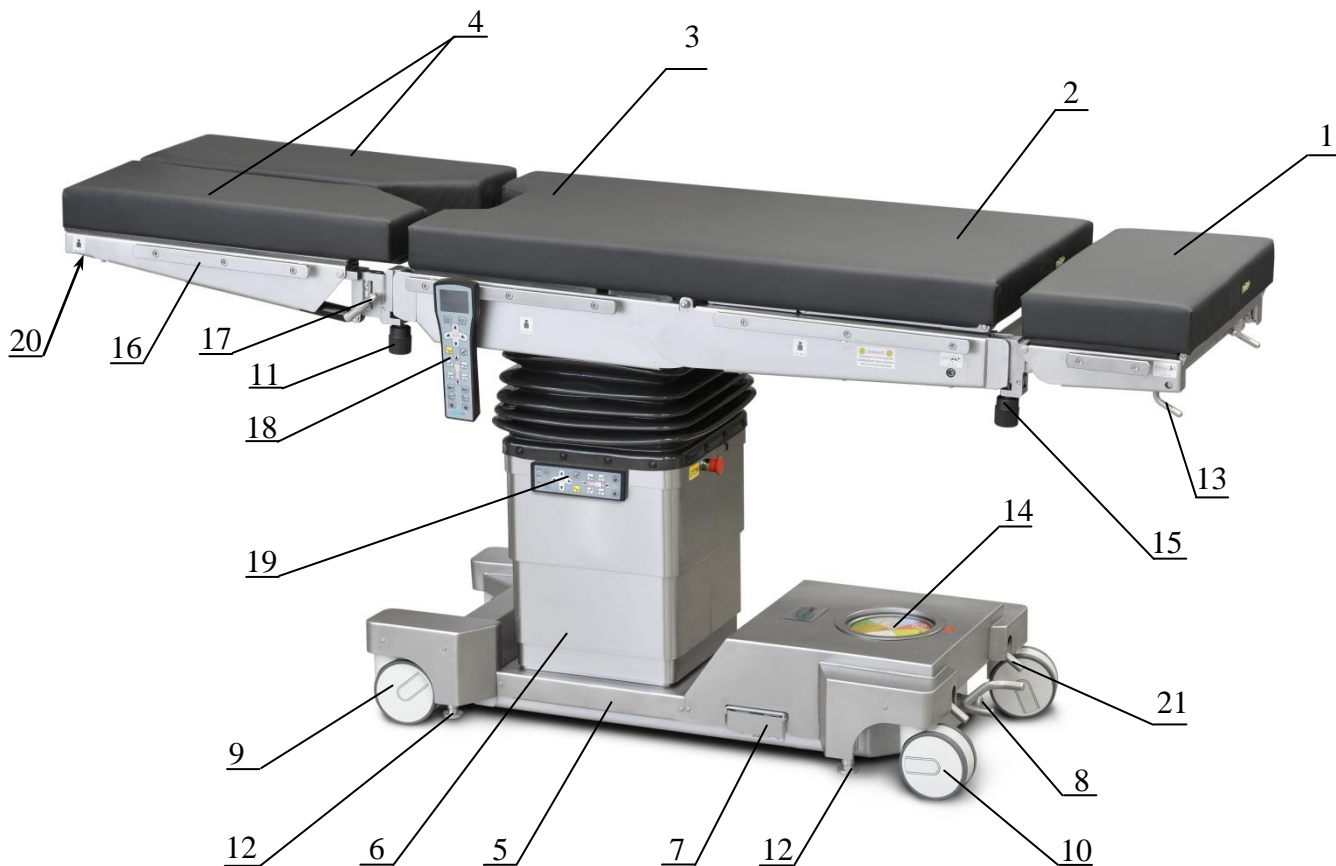
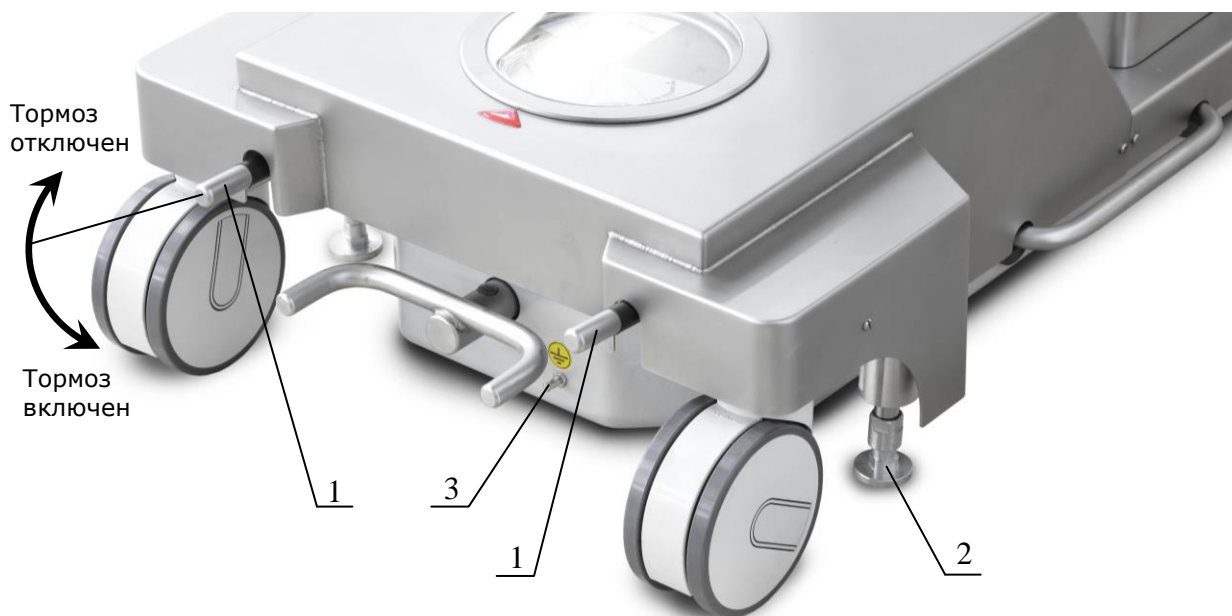

Рисунок 1. Стол общехирургический ОМ-Дельта-Плюс.
Рисунок 2- Схема перевода стола в транспортное положение:
6.1 Стол общехирургический ОМ-Дельта-Плюс (Рисунок 1) состоит из панели стола и основания.
Таблица 4. Описание элементов стола согласно рис. 1.
6.2 Панель стола состоит из секций: головной 1, спинной 2, тазобедренной 3, ножных 4 (правой и левой) (Рисунок 1).
Стол установлен на четырех выдвижных гидравлических опорах 2 (Рисунок 2). Для перекачивания стола имеются четыре поворотных колеса 9, 10 (Рисунок 1). Два колеса 10 (Рисунок 1) имеют встроенный тормоз. Для включения/выключения тормоза необходимо опустить/поднять педаль 1 (Рисунок 2).
Перевод стола в стационарное положение производится нажатием кнопки “LOCK” на пультах 18 и 19 (Рисунок 1). При этом поворотные колеса разгружаются и стол устанавливается на выдвижные опоры. При нажатии кнопки “UNLOCK” на пультах 18 и 19 (Рисунок 1) стол опускается на колеса в транспортное положение.
9.4 Перед использованием стола по назначению подсоедините стол к контуру наружного заземления с помощью заземляющего зажима 3 (Рисунок 2), расположенного на станине основания стола.
9.5 Проверьте надежность установки стола на опорах 2 (Рисунок 2). При необходимости отрегулируйте опоры, путем поворота регулируемых ножек. Для этого следует двумя ключами S=17 отжать контргайку и, вращая регулируемую ножку, добиться устойчивого положения стола. После чего затянуть контргайку.
разряжена». При разряженных батареях вставьте один конец съёмного шнура питания в разъём 1 (Рисунок 2), а второй – в сеть питания $\sim(230\pm 23)\text{В}$, $(50\pm 0,1)$ Гц. Степень зарядки отображается на индикаторе 3.